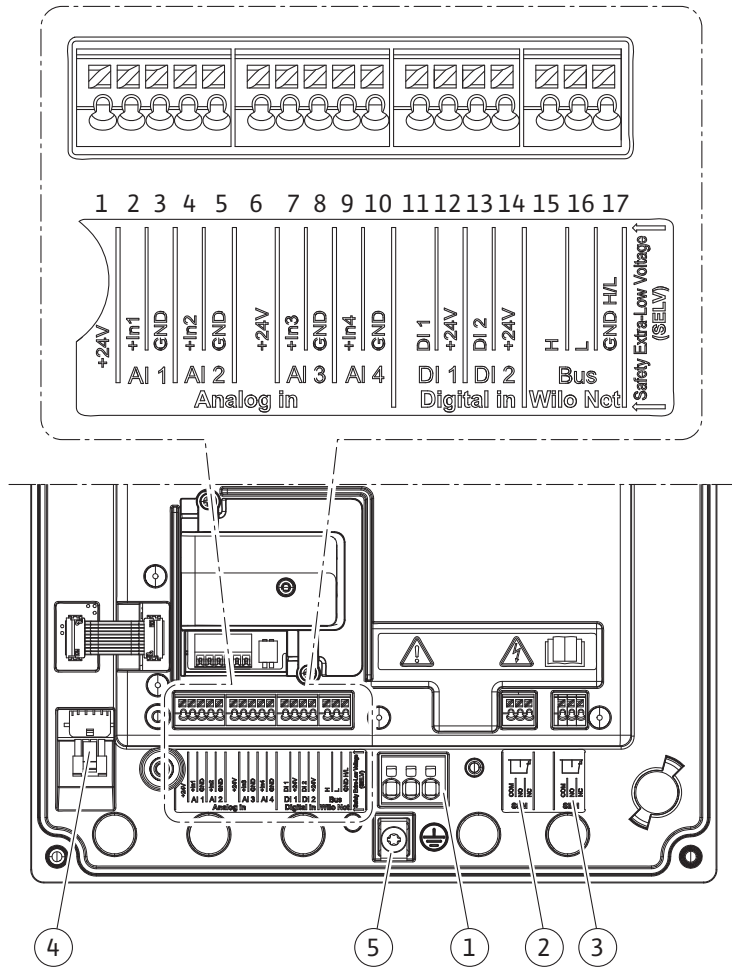
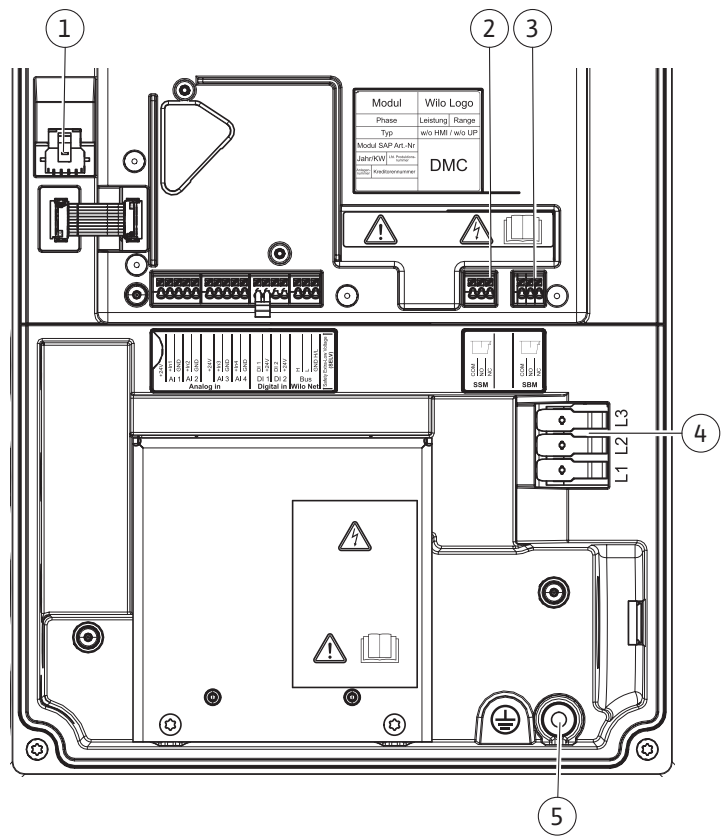

Fig. 23: Klemmide ülevaade moodulis (0,37 kW ... 7,5 kW)
Fig. 24: Klemmide ülevaade moodulis (11 kW ... 22 kW)
Võrguühendus (Fig. 23, pos. 1) (Fig. 24, pos. 4)
Maanduspolt (Fig. 23/24, pos. 5)